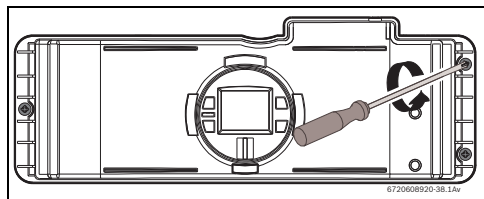
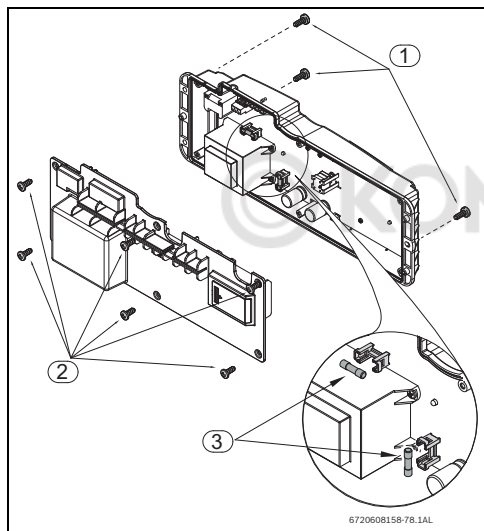

Рис. 56
Рис. 57 Положение предохранителей
- ▶ отпустите три винта на блоке управления (Рис. 56 , Рис. 57 , поз. 2).
- ▶ Отпустите шесть винтов на задней крышке блока управления, см. Рис. 57 , поз.2.
- Ослабьте три винта блока управления (Рис. 56) .